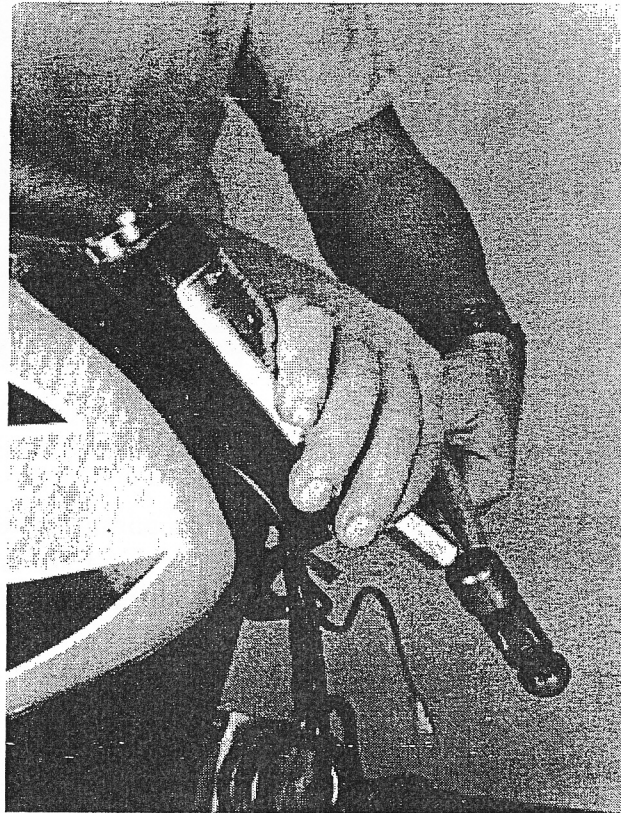

FIG.164
16. Para extraer cualquiera de los dos anillos internos de la dirección, mete un punzón grande en la columna de dirección por el sitio contrario al que quieras sacarlo. Gira la punta alrededor de los bordes del anillo, golpeándolo suavemente en sitios diferentes hasta que salga por una de las bocas de la dirección (Fig 164)